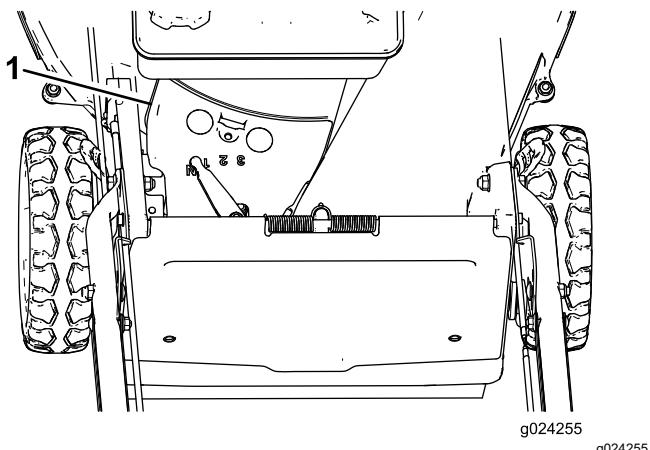

Bild 31
3. Nehmen Sie die Riemenabdeckung (Bild 31) vom Mähwerkgehäuse ab.